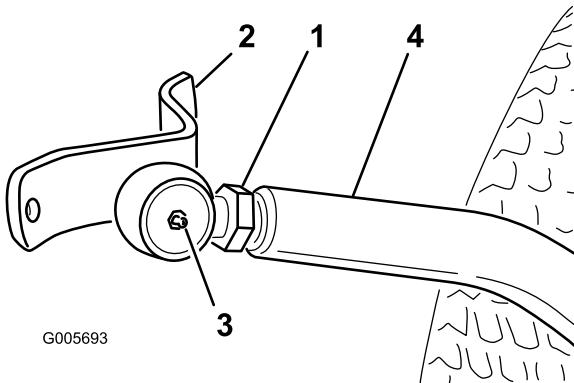

Bild 19
- Drehen Sie das Kugelgelenk in den rechten Schubarm, bis die Mitte des Kugelgelenks ca. 60 mm von der Vorderseite des Schubarms entfernt ist (Bild 19). Ziehen Sie die Klemmmutter nicht an.